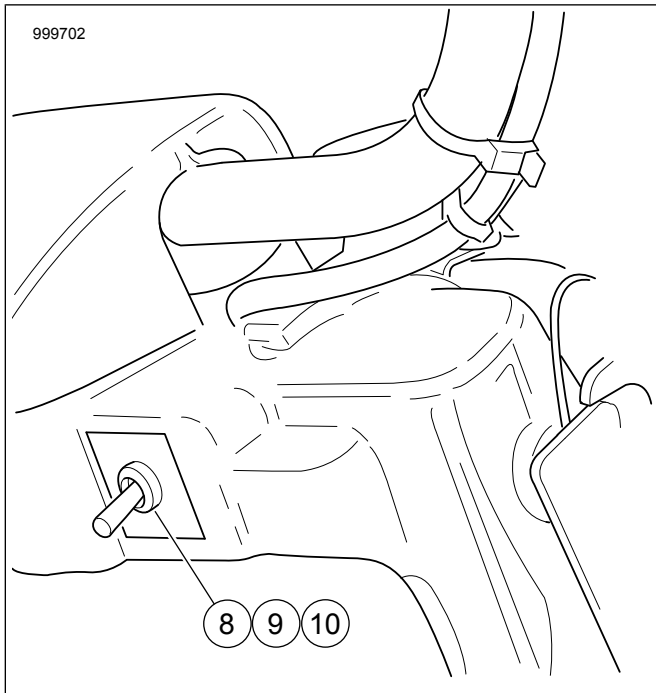

Figura 6. Ubicación del interruptor sin fuselaje
a. Consulte la Figura 6. Instale la tuerca (8), la etiqueta (9) y el interruptor (10) en el agujero de acceso derecho.
b. Enchufe el arnés, que se encuentra debajo del alojamiento del faro delantero, al interruptor (10). Consulte el manual de servicio.